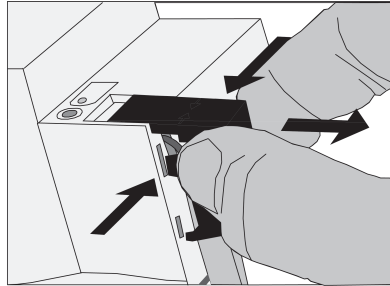

Bild 5: Abdeckkappe entfernen
- Abdeckkappe seitlich drücken und abziehen (siehe Bild 5).